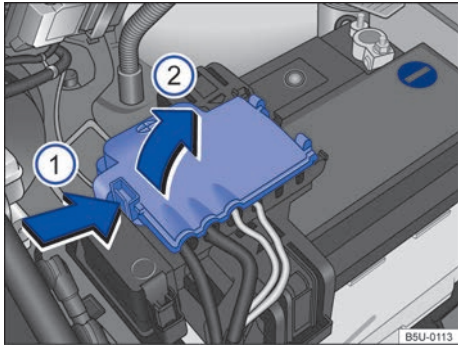

Fig. 186 Compartimento del motor: acceso al terminal positivo de la batería.
- Abrir la cobertura del polo positivo. Para abrir, presionar la traba en el sentido de la flecha ⇒ **fig. 186** (1), plegar la cubierta hacia el costado en el sentido de la flecha (2).